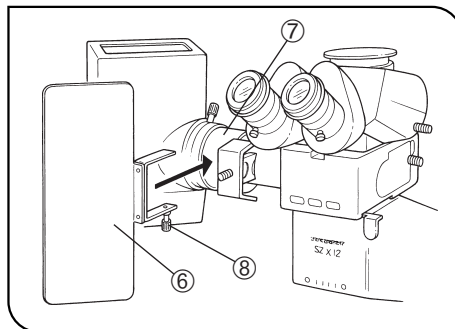

Abb. 19
- ⊙ Um die vom Lampenhaus abstrahlende Wärme abzuschirmen, kann das als Zubehör erhältliche Schutzschild ⑥ am Beleuchtungstubus ⑦ angebracht werden. Anschließend die Feststellschraube ⑧ anziehen, um das Schutzschild zu befestigen (Abb. 19).
1. Den Filtermodul-Schalter ① auf die für die Fluoreszenzmikroskopie gewünschte Position stellen.
2. Den Sperschieber ② auf die Leerposition oder die ND-Filter-Position stellen.
- ⊙ Den ausgeleuchteten Bereich durch Drehen der Fokussierschraube der Kollektorlinse ③ am Lampenhaus wie erforderlich einstellen. Durch Verkleinern des ausgeleuchteten Bereichs wird die Helligkeit erhöht.
- ⊙ Zum Unterbrechen des Mikroskopiervorgangs den Sperschieber ② herausziehen (Licht gesperrt).